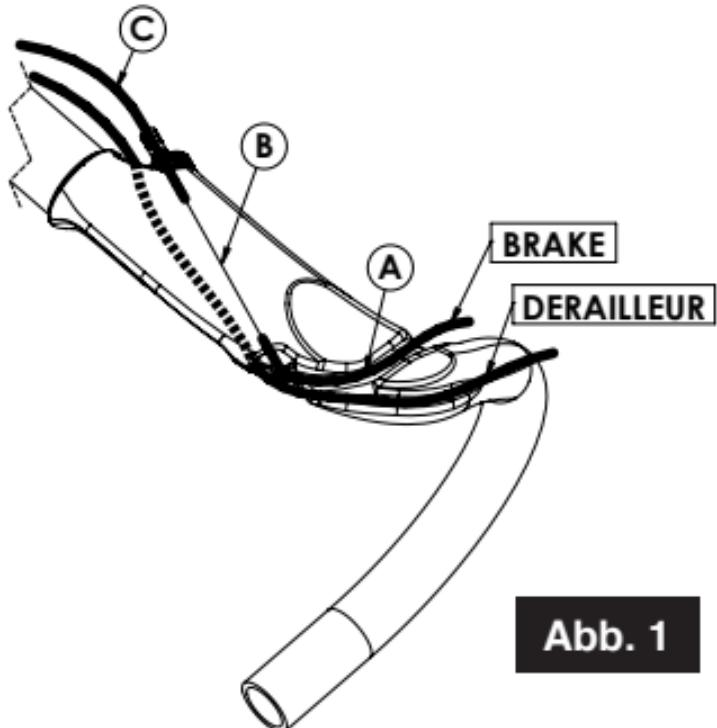
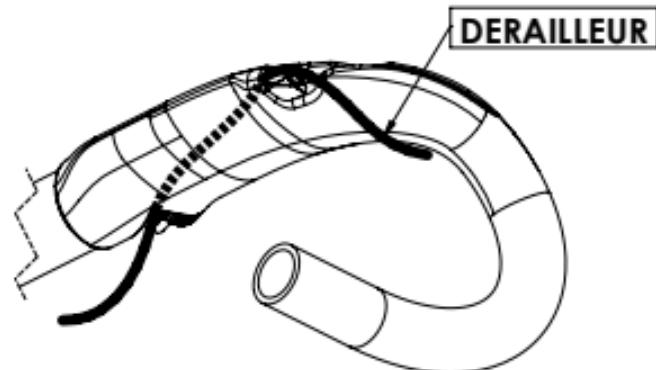

Abb. 1
Abb. 2
## **Verlegung der Bremszüge (Abb. 1)**
## **Verlegung der schaltzüge (Abb. 1 und 2)**
Je nach Hebelmodell muss die Schaltaußenhülle entweder in der Außenrille des Lenkerbügels (Abb. 1) oder unter dem Lenker (Abb. 2) verlegt werden.
**Elektrische schaltung:** Der Verlauf ist gleich. Verlegen Sie den Zug in der Außenrille des Lenkerbügels (Abb. 1) und befestigen Sie ihn mit Klebeband.